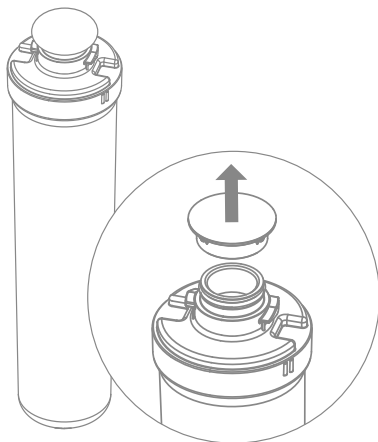

Рис. 2
1. Удалите защитные колпачки с картриджей (рис. 2).